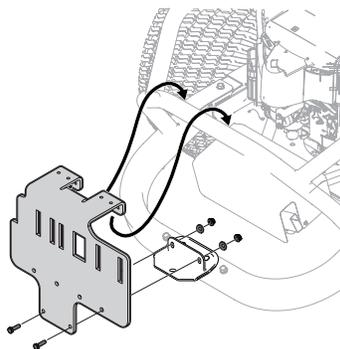

Figura 5
- Cuelgue el conjunto del soporte del adaptador en el tubo del bastidor superior y conecte al adaptador del soporte de enganche (789-02298) con dos tornillos (710-0376), dos arandelas de cubeta (736-0242) y dos tuercas de seguridad con brida (710-04063). Consulte Figura 5.